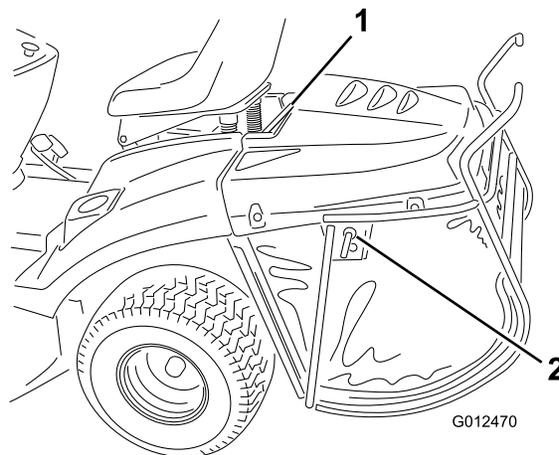

Figura 37
1. Bloccare il perno di bloccaggio sul cesto di raccolta (Figura 37).
2. Sollevate il cesto di raccolta tramite la barra di supporto superiore (Figura 37).